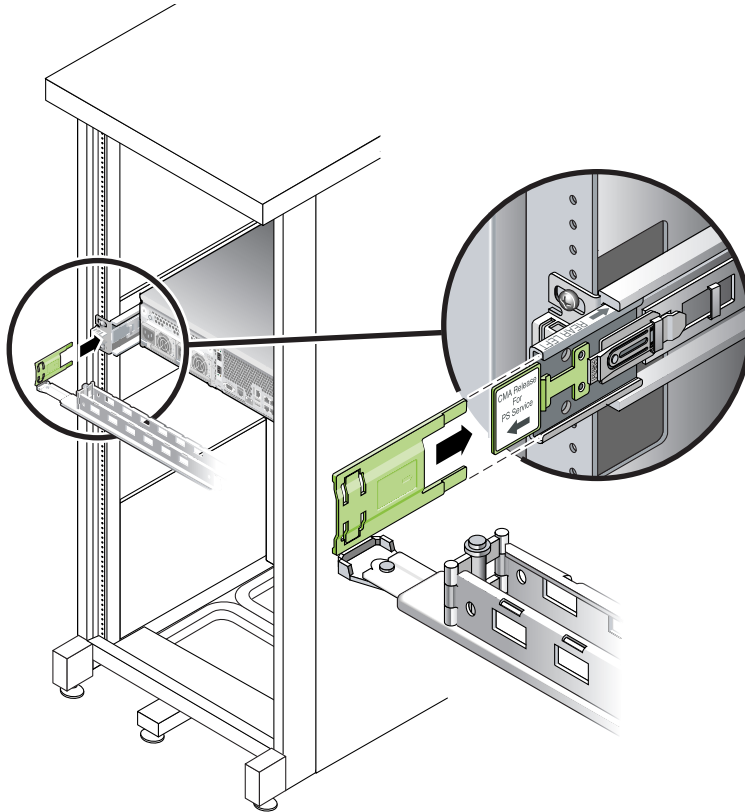

FIGURE 2-24 Montage du côté gauche du rail coulissant
4. Insérez le connecteur en plastique à charnières sur la gauche du CMA complètement dans l'extension de rail du CMA (FIGURE 2-24).